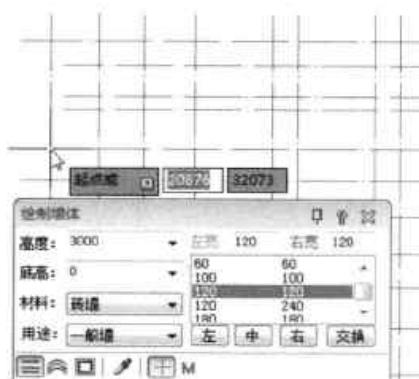

图16-50 捕捉轴线起点
**Step 04** 设置后，在绘图区域中，捕捉所需轴线起点，如图 16-50 所示。